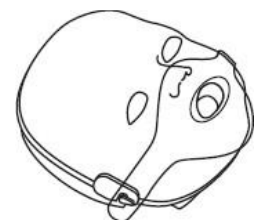

Bild 5
9. Befestigen Sie die Verbindungsstücke der Gesichtsmaske an der Vorrichtung, die sich links und rechts am Kopf des Modells befinden. (Bild 5)